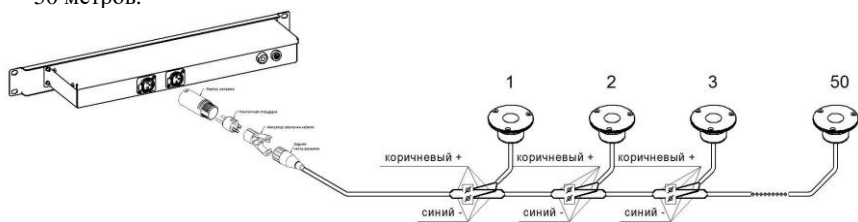

Рисунок 2
5.2 Светильник LTL LED-TRACK- световая дорожка, устанавливается в специально подготовленные отверстия в сцене. Цепь светильников управляется при помощи контроллера LTL LED TRACK. Данное устройство включает в себя плату для регуляции яркости свечения и выключатель. На один канал контроллера можно соединить в одну цепь до 50 светильников (рисунок 2). Рекомендуемая протяжённость одной линии составляет не более 50 метров.